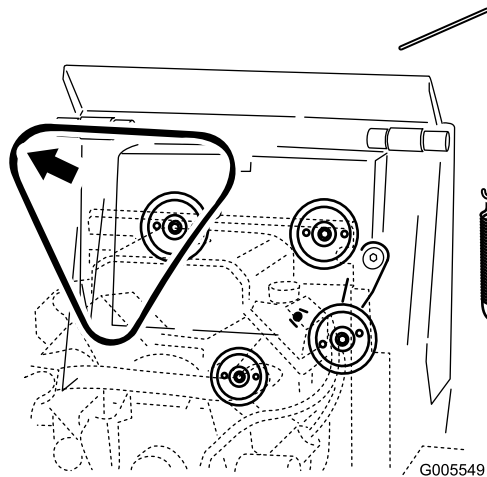

Figure 48
5. Enlevez la courroie des trois poulies (Figure 48).